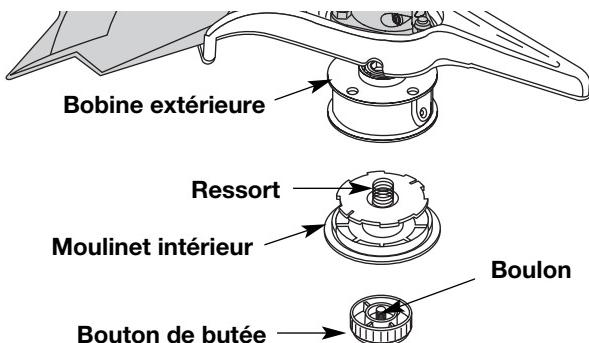

Fig. 23
1. Tenez la bobine extérieure d'une main et dévissez le bouton de butée vers à droite (Fig. 23). Inspectez le boulon à l'intérieur du bouton de butée pour vous assurer qu'il se déplace librement. Remplacez le bouton de butée s'il est endommagé.
2. Retirez le moulinet intérieur de la bobine extérieure (Fig. 23).
3. Retirez le ressort du moulinet (Fig. 23).
- Tenez la bobine extérieure d'une main et dévissez le bouton de butée vers à droite. Inspectez le boulon à l'intérieur du bouton de butée pour vous assurer qu'il se déplace librement. Remplacez le bouton de butée s'il est endommagé (Fig. 23).
- Retirez l'ancien moulinet intérieur de la bobine extérieure (Fig. 23).
- Retirez le ressort de l'ancien moulinet intérieur (Fig. 23).